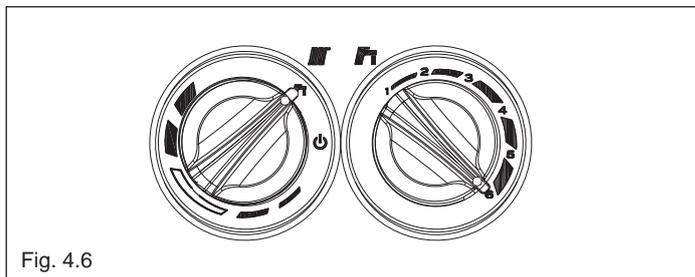

Fig. 4.6
**CASO C** solo riscaldamento + bollitore esterno con sonda - per regolare la temperatura dell'acqua sanitaria stoccata nel bollitore, ruotare la manopola con il simbolo ☀ (fig. 4.6) all'interno dell'area contraddistinta con + e -.